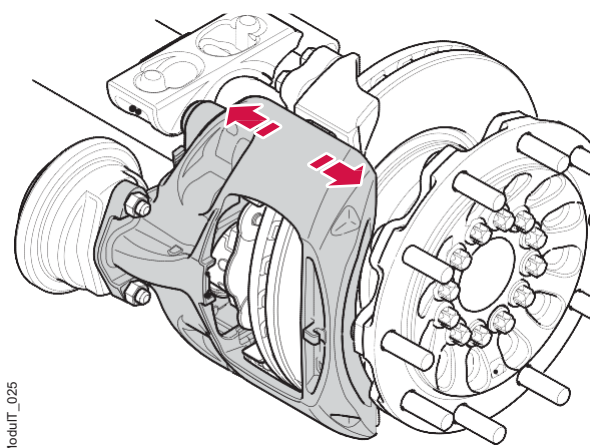

Figura 30. Movimento livre da pinça de freio
2. Depois que as pastilhas de freio forem removidas, mova a pinça de freio manualmente para frente e para trás, para verificar seu movimento. Consulte a figura 30. A pinça de freio deve estar livre para deslizar nos pinos guia dianteiros e traseiros.